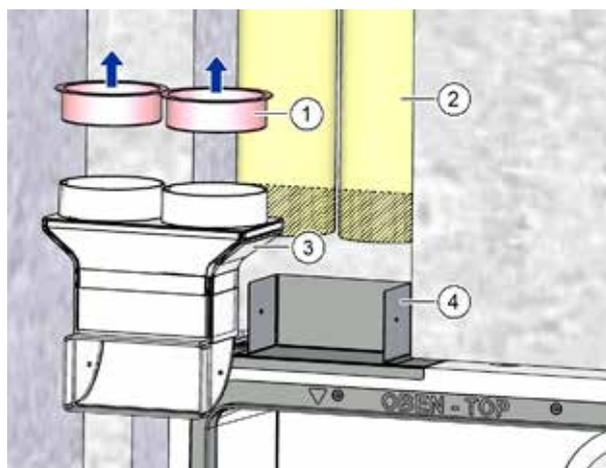

Fig. 19: Taglio dei tubi flessibili
- ▶ Rimuovere i coperchi protettivi rossi (pos. 1 nella Fig. 19) dall'allacciamento per tubo flessibile (pos. 3 nella Fig. 19).
- ▶ Accorciare i tubi flessibili (pos. 2 nella Fig. 19) fino a potere infilare l'allacciamento per tubo flessibile (pos. 3 nella Fig. 19) con i tubi flessibili inseriti nella piastra di fissaggio (pos. 4 nella Fig. 19).